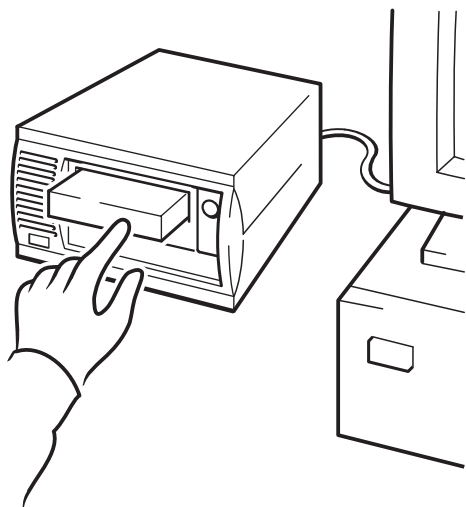

Figura 10a: utilizzo di HP OBDR, fase 1
- 1 Inserire nell'unità a nastro la cartuccia di avvio più recente disponibile (vedere la Figura 10a). È necessario che la cartuccia sia stata scritta da un'applicazione di backup che utilizzi il formato CD-ROM per scrivere i dati sul nastro.